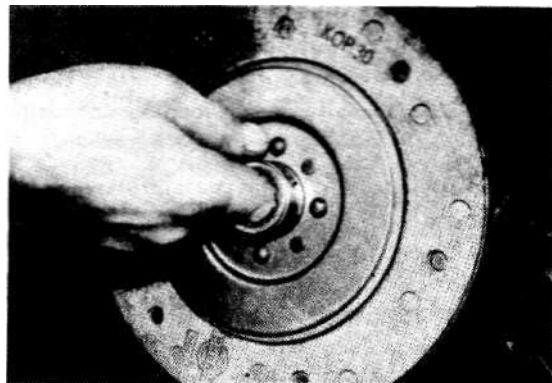

Bild 4- 117
8. Beim Einbau der Kupplung Kupplungsführungsdorn benutzen. Schrauben über Kreuz festziehen und Spannbügel herausnehmen? Nach dem Festziehen Kupplung durch leichte Schläge mit dem Kunststoffhammer neben den Schrauben nochmals festziehen. (Bild 4- 118)